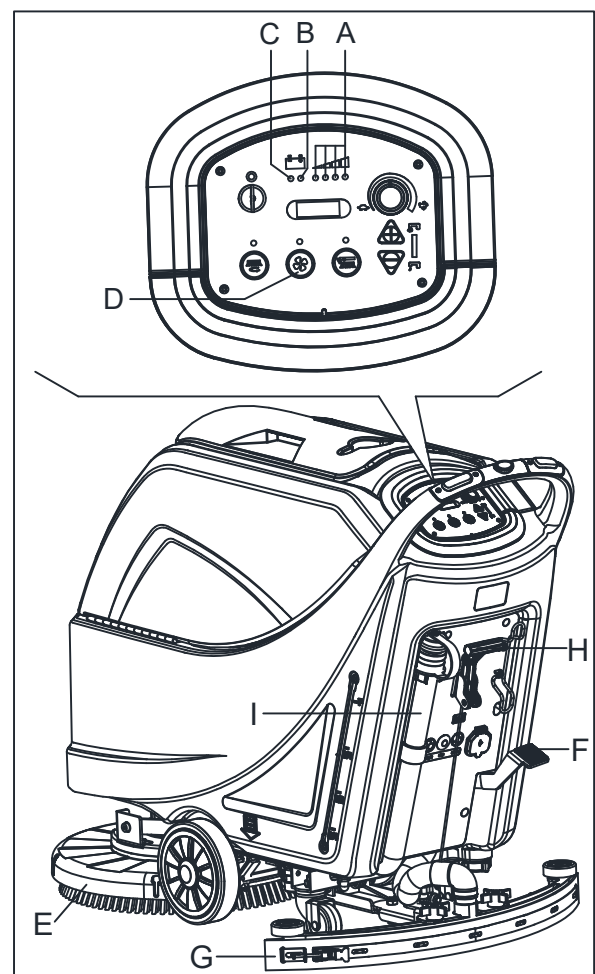
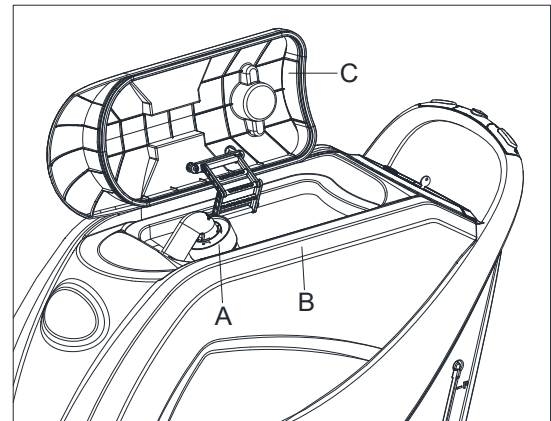

Figura 10
Figura 11
Enquanto a luz de aviso verde (A, Figura 10) estiver ligada, as baterias permitem que a máquina funcione normalmente. Quando a luz de aviso verde (A) se desligar, e a luz de aviso amarela (B) se ligar, recomendamos que carregue as baterias, uma vez que a carga restante só durará alguns minutos (dependendo das características da bateria e do trabalho a ser realizado). Quando a luz de aviso verde (C) se ligar, as baterias estão completamente descarregadas. Após alguns segundos, o suporte de escova / esponja é desligado completamente, enquanto que o sistema a vácuo e (só para máquinas com tracção) o sistema de direcção ficam ligados para terminar de secar o chão e conduzir a máquina para a área de carregamento.
Um sistema de desligar automático (A, Figura 11) para o sistema a vácuo quando o tanque de água de recuperação (B) está cheio. A desactivação do sistema a vácuo é assinalada por um aumento súbito na frequência de ruído do motor do sistema a vácuo e o chão não é seco.
Se o sistema a vácuo for desligado acidentalmente (por exemplo, quando a bóia é activa devido a um movimento súbito da máquina), para continuar a operação: desligue o sistema a vácuo pressionando o interruptor (D, Figura 10), abra o revestimento (C, Figura 11) e verifique se a bóia dentro da grelha (A) desceu para o nível da água. De seguida, feche o revestimento (C) e ligue o sistema a vácuo pressionando o interruptor (D, Figura 10).
Quando o tanque água de recuperação (B, Figura 11) estiver cheio, esvazie-o de acordo com os seguintes passos.
2. Levante o convés do suporte de escova/esponja (E, Figura 10) pressionando o pedal (F, Figura 10). (só para máquina de disco).
3. Levante o squeegee (G Figura 10) com a alavanca (H Figura 10).
5. Esvazie o tanque de água de recuperação com a mangueira (I Figura 10). De seguida, limpe o tanque (B, Figura 11) com água limpa.